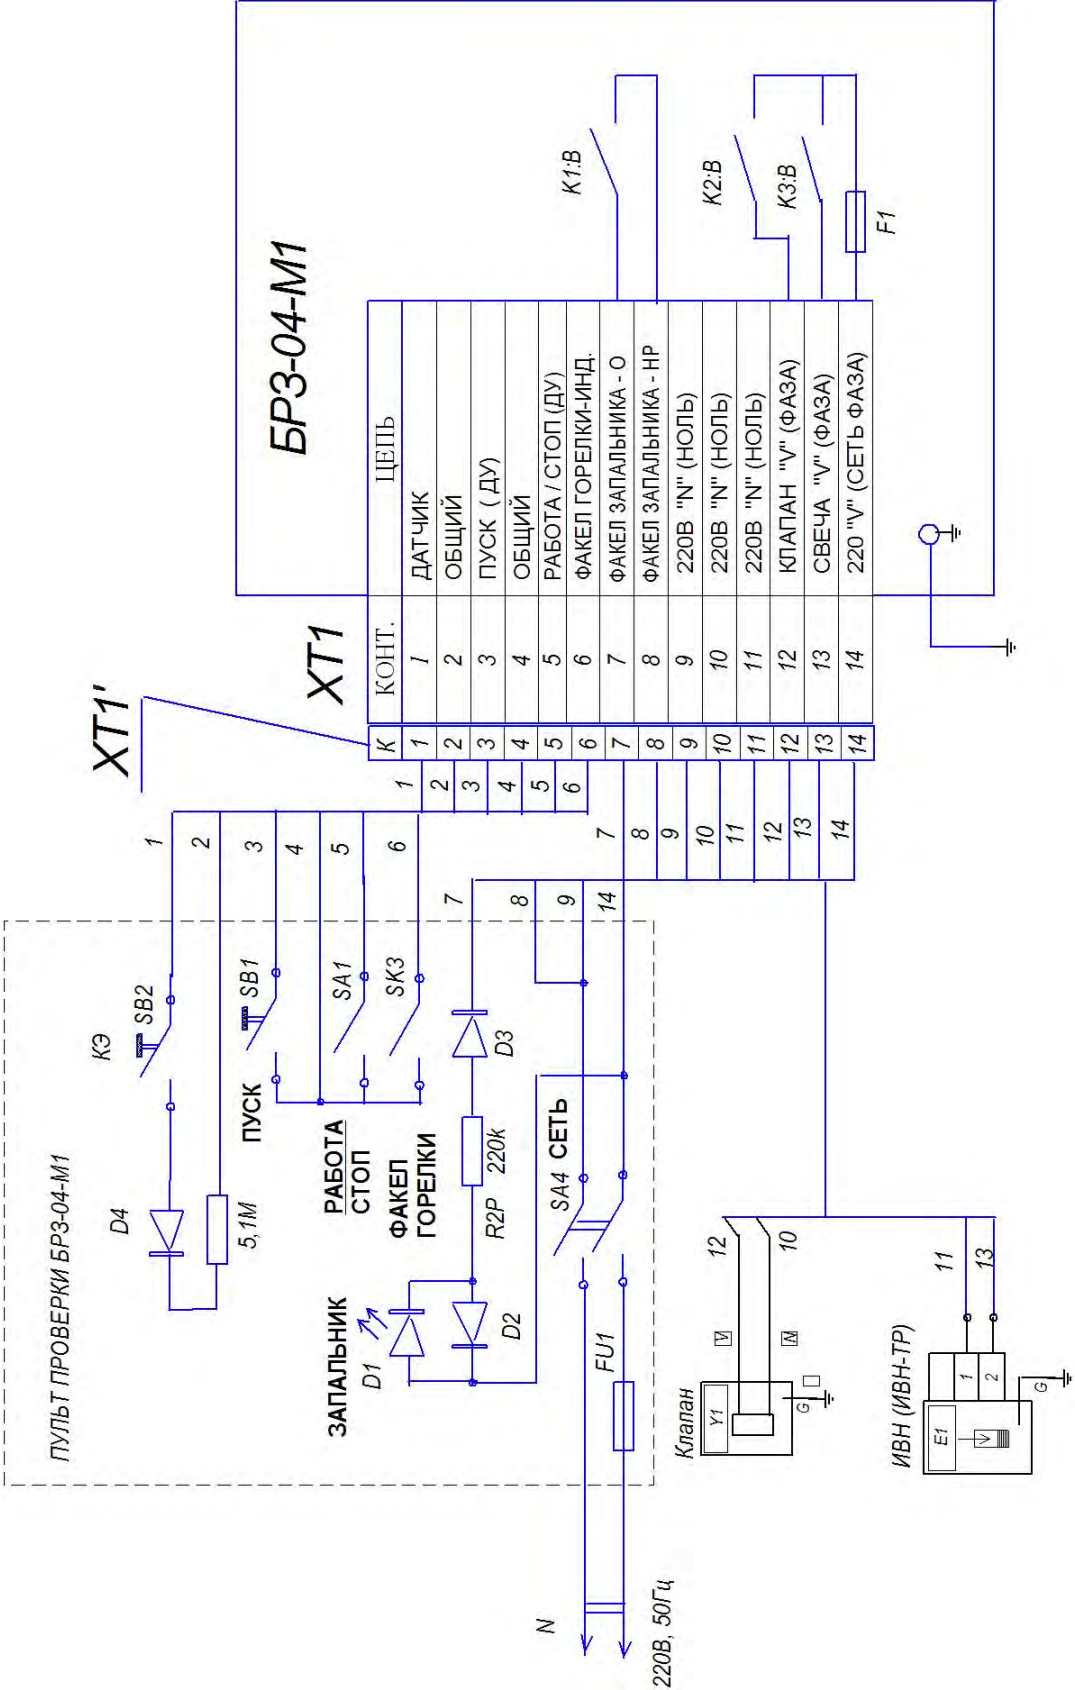

Рис.4. Схема проверки блока БР3-04-М1.
- все переключатели на пульте проверки БРЗ-04-М1 привести в указанное на схеме рис.4 положение и подать питание 220В, 50Гц, включив тумблер SA4 **"СЕТЬ"**;
Установить переключатели в указанные на рис.4 положения и включить тумблер **«СЕТЬ»** на пульте проверки.